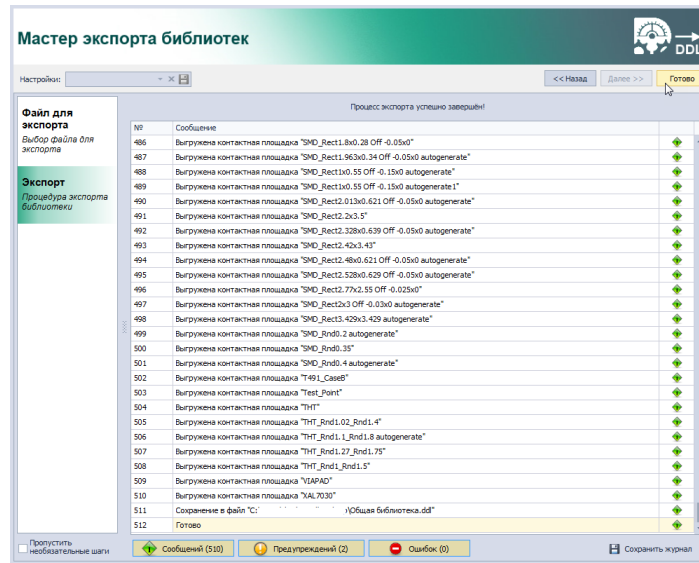

Рис. 37 Закрытие окна мастера экспорта
6. Закрывать окно мастера экспорта, нажав на кнопку «Готово», см. Рис. 37.